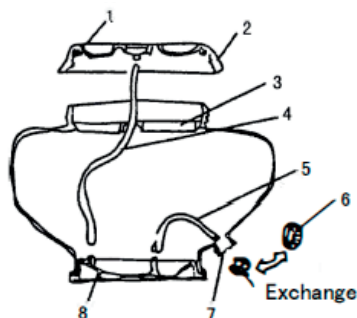

Fig.2
3) Conecta la tapa al tubo de goma como se muestra en Fig.2.